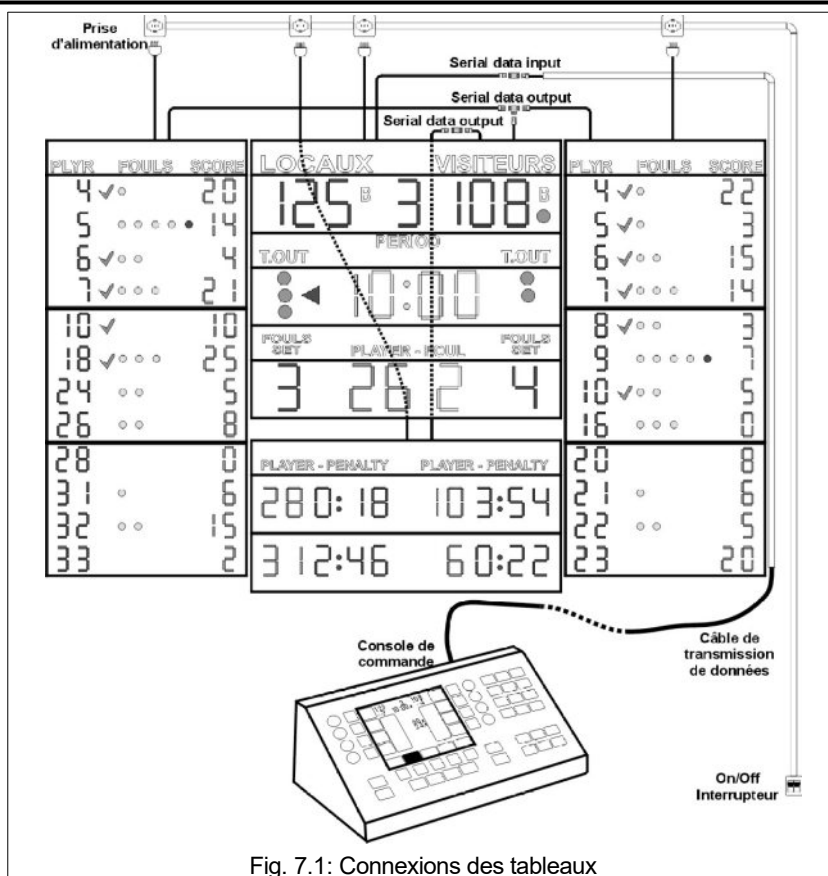

Fig. 7.1: Connexions des tableaux
La Fig. 7.1 illustre une configuration constituée par un tableau central, des tableaux latéraux pour l'affichage des fautes et du score des joueurs et un tableau inférieur pour l'affichage des temps de pénalité.
4. Les autres tableaux de la série FS, comme par exemple les tableaux latéraux pour l'affichage des fautes/score des joueurs et ceux inférieurs pour l'affichage des temps de pénalité, peuvent être connectés aux deux autres câbles série "SERIAL DATA OUTPUT" au moyen des adaptateurs correspondants (voir Fig. 7.1).